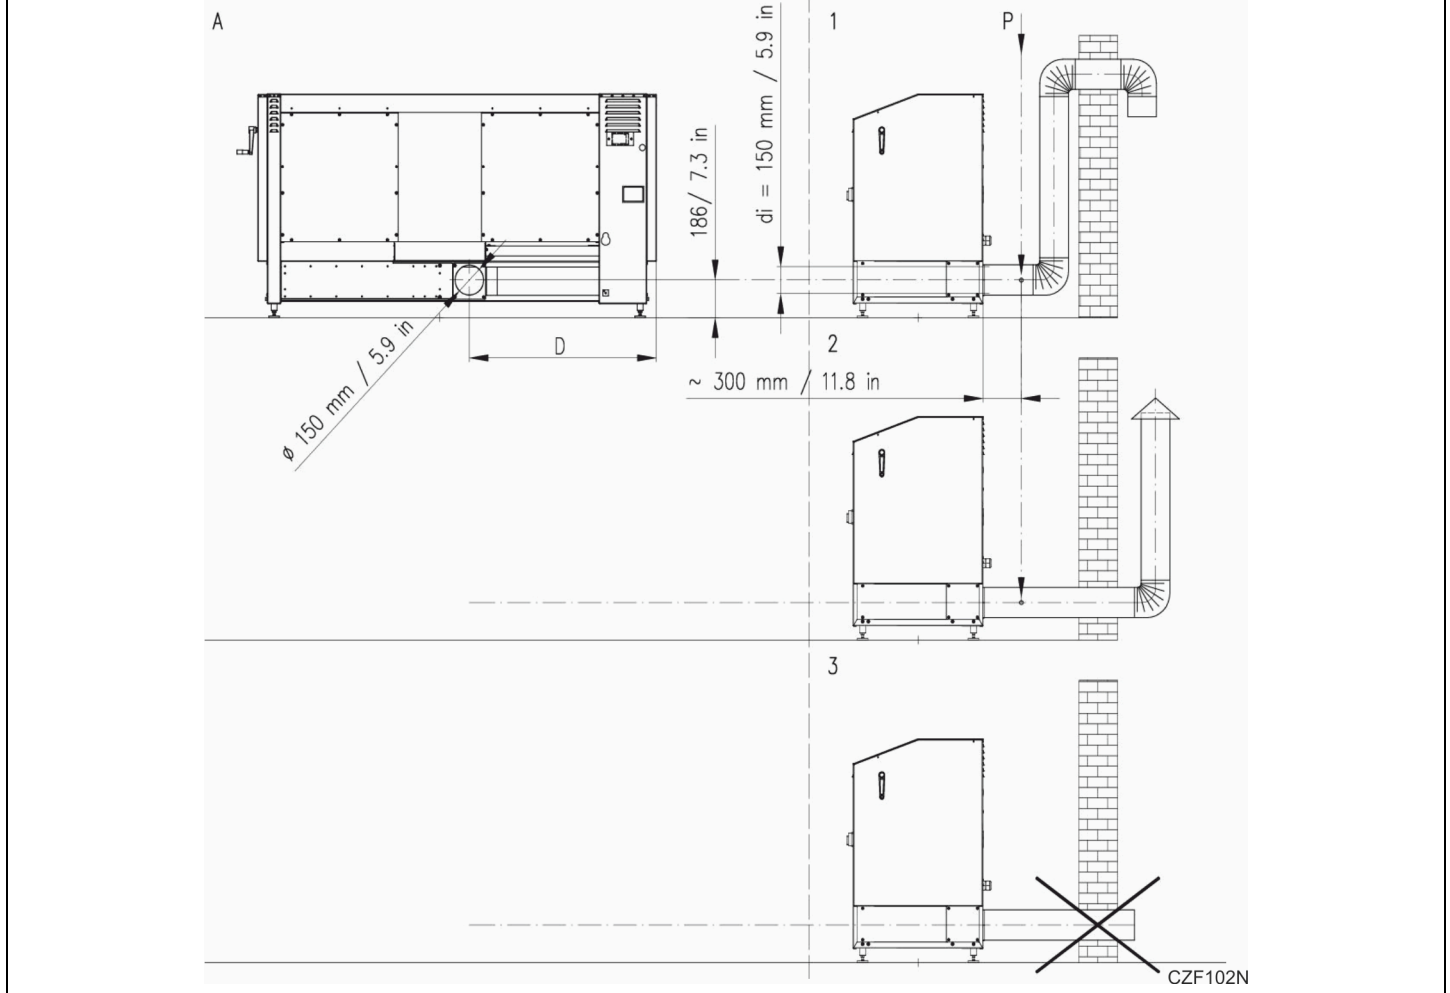
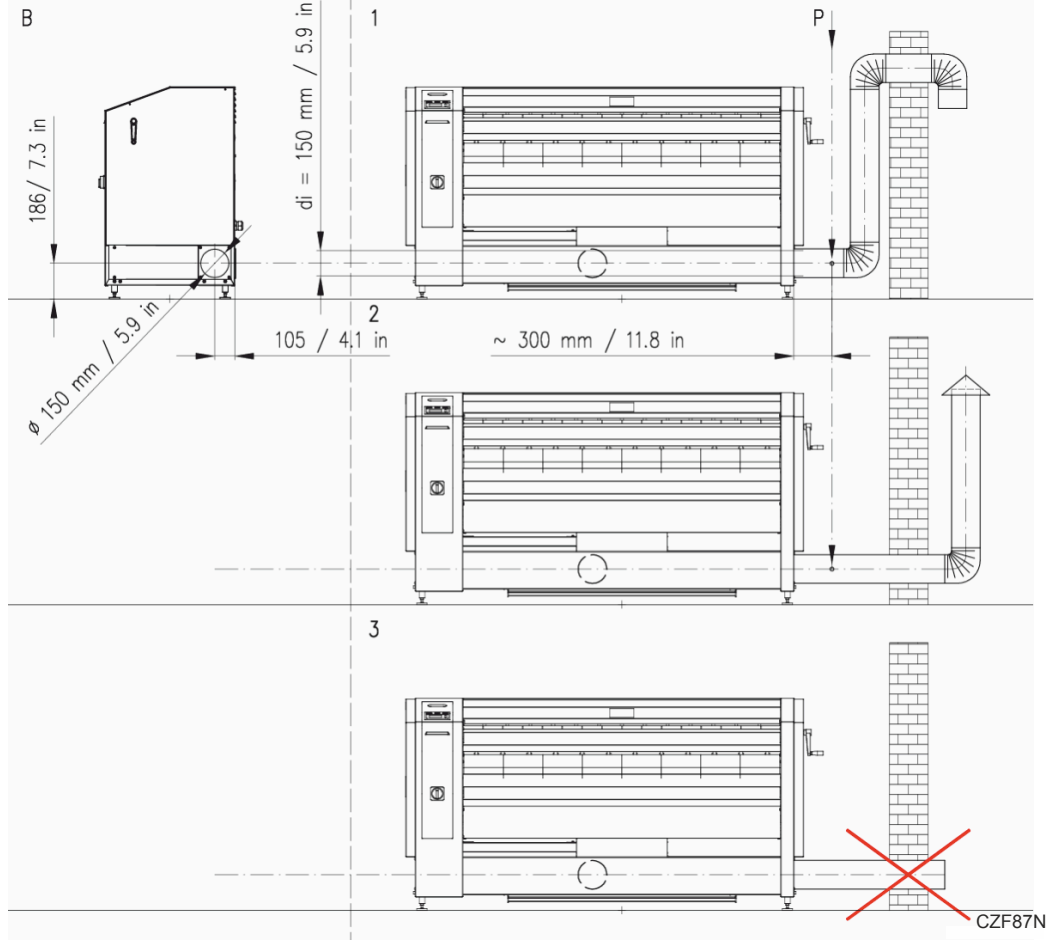
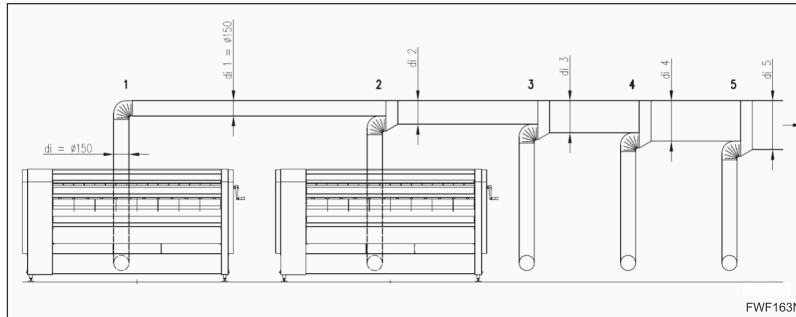

Figura 11
Figura 12
Figura 13
Parámetros de Figura 11 y Figura 12
- A: extracción de vapor hacia atrás: *Figura 11*
- B: extracción de vapor hacia el lado derecho: *Figura 12*
- Las dimensiones y demás parámetros pertinentes a la instalación del sistema de extracción se ilustran en las figuras anteriores, en *Figura 11*, *Figura 12*, *Figura 13* y en *Tabla 10*, *Tabla 4*, *Tabla 9*.
- La extracción de vapor debe ser independiente de todas las demás tuberías y debe instalarse de conformidad con la *Figura 11* o la *Figura 12* por la vía más corta fuera del edificio.
Parámetros para Figura 13